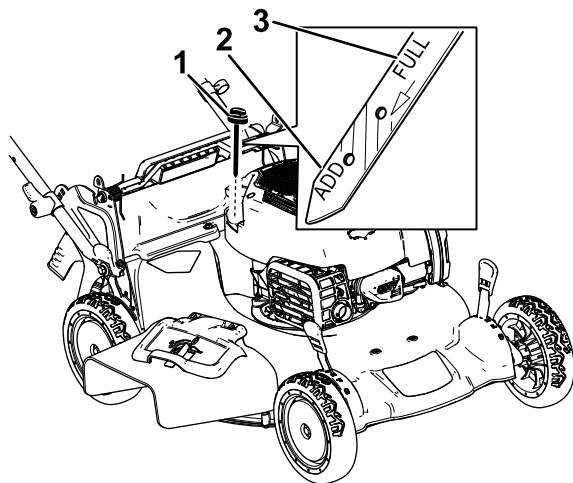

Figure 14
2. Tournez le bouchon dans le sens antihoraire et sortez la jauge (Figure 14).
5. Relevez le niveau d'huile indiqué sur la jauge (Figure 14).
- Si le niveau d'huile est trop bas, (Figure 14), versez avec précaution une petite quantité d'huile détergente SAE 30 ou SAE 10W-30 dans le tube de remplissage, attendez 3 minutes puis répétez les opérations 3 à 5 jusqu'à ce que le niveau d'huile correct soit atteint.
- Si le niveau d'huile est trop élevé (Figure 14), vidangez l'excédent d'huile jusqu'à obtention du niveau d'huile correct sur la jauge ; voir Vidange de l'huile moteur \(page 17\).